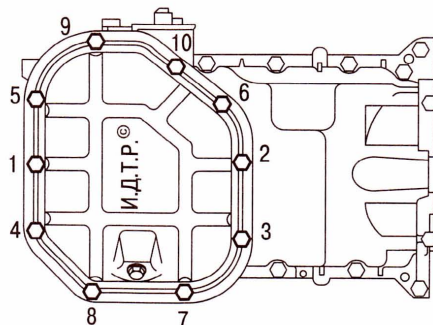

Рис. 12.22. Порядок затяжки болтов крепления поддона масляного картера
6. Не позднее чем через 5 мин после нанесения герметика установите поддон на масляный картер, вверните болты крепления и затяните их моментом 10–12 Н·м в порядке, указанном на рис. 12.22.